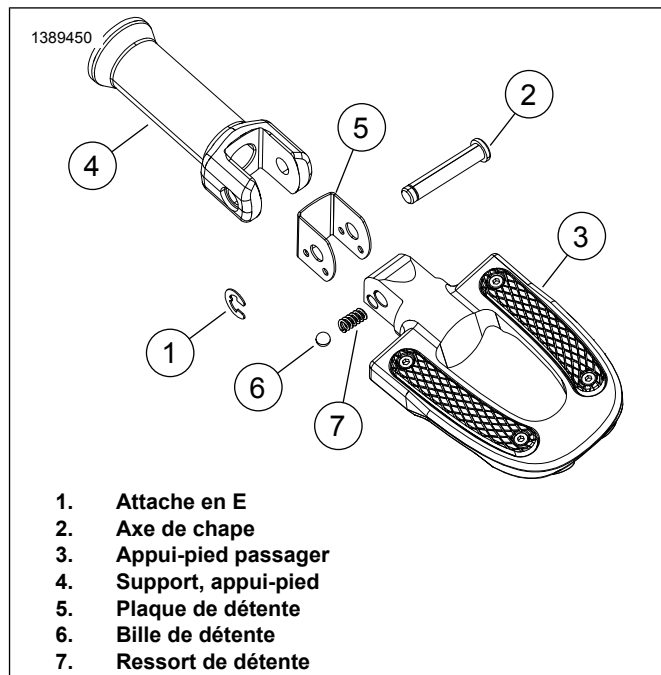

Figure 2. Déposer/installer l'ensemble repose-pied
1. **Modèles Softail** : Figure 2 Retirer l'axe de chape (2) et l'agrafe en E (1). Conserver pour une utilisation ultérieure.
1. Figure 2 Insérer le ressort de détente (7) dans le **nouveau** repose-pied (3).